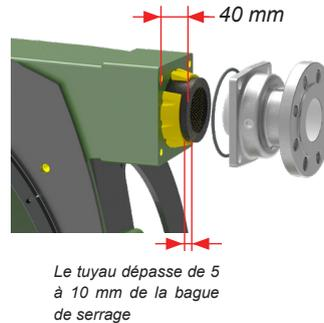

Figure 10. - Bride de l'orifice sans insert
9. Faites avancer et arrêtez la pompe lorsque le tuyau dépasse de 40 mm de l'orifice de refoulement/ supérieur (Figure 10).